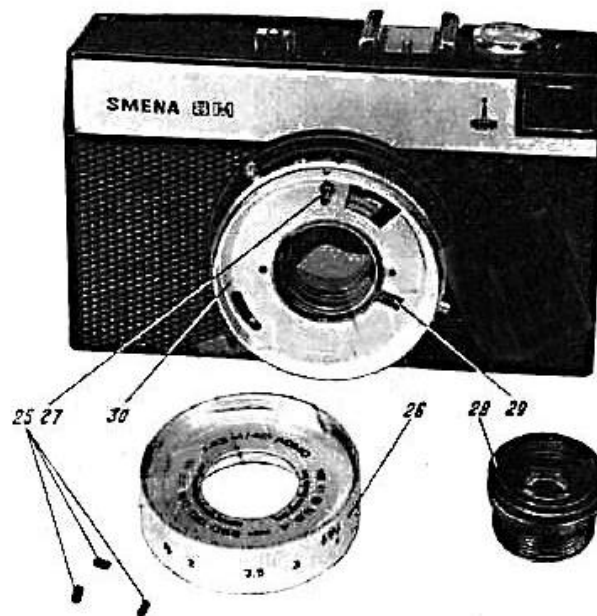

Рис. 4.
3.5.1. Отвернуть три стопорных винта 25 (рис. 4), крепящих кольцо 26, и снять кольцо 26, и снять кольцо 26.
Не сбивая положения объектива, снять фотоаппарат с прибора и установить кольцо 26 (см. рис. 4) так, чтобы индекс «Δ» оправы совпал со знаком «∞» на кольце.
Установить оправу 30 (см. рис. 4).